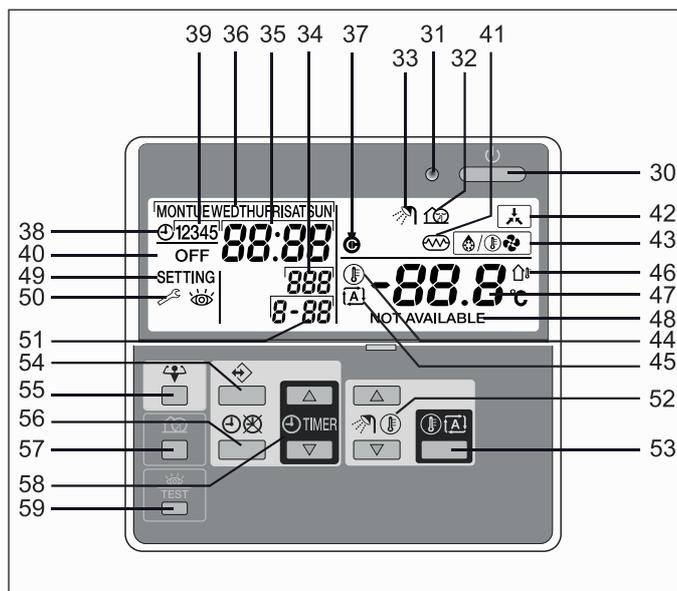

Fig. 7-1 Elementos de mando y de visualización de la regulación - Para la leyenda, véase la tab. 3-1 y la siguiente descripción
- En el campo de visualización (fig. 7-1, pos. 34) se muestra el número de sensor .